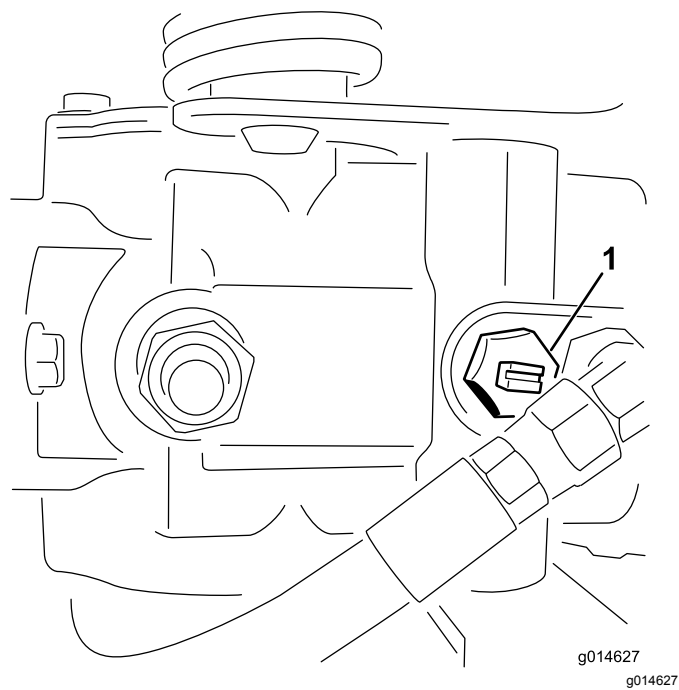

Рисунок 38
1. Найдите на насосе перепускной клапан и поверните его так, чтобы паз был вертикален (Рисунок 38).
2. Перед запуском двигателя закройте перепускной клапан, повернув его так, чтобы паз был горизонтален (Рисунок 38). Не запускайте двигатель, когда клапан открыт.